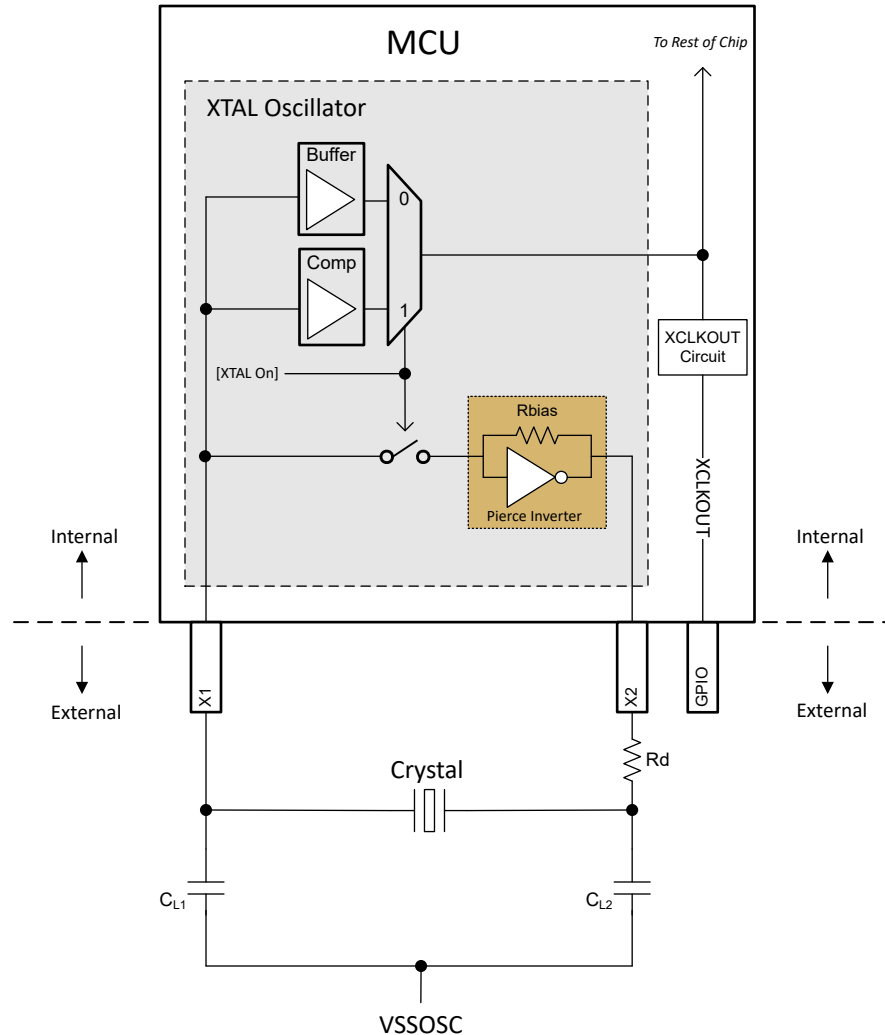

図 6-25. 電気発振回路のブロック図
このデバイスの電気発振回路は、ピアス発振器です。これは正帰還インバータ回路であり、発振するためにはチューニング回路が必要です。この発振器に適合する水晶振動子と組み合わせると、タンク回路が形成されます。このタンク回路は、水晶振動子の基本周波数で発振します。このデバイスでは、発振器は、並列容量 (C0) および必要な負荷容量 (CL) によって、並列共振モードで動作するように設計されています。図 6-25 に、電気発振回路とタンク回路の部品を示します。
図 6-25 によれば、CL1 と CL2 が直列になっているので、水晶振動子から見た等価合計容量を求めるには、静電容量の直列式を適用して、CL1 = CL2 の場合、単純に $[CL1]/2$ と計算する必要があります。